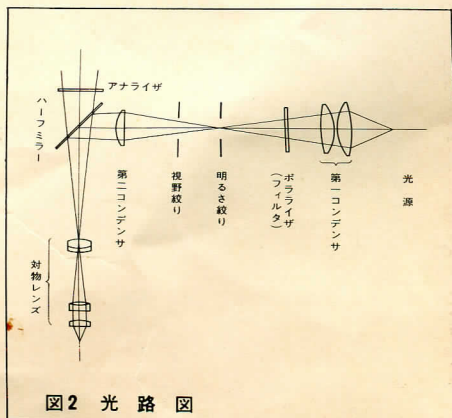

図2 光路図
図2が本顕微鏡の光路図であります。フィラメントから出た光は(光源心出し調節)——第1コンデンサを通り——明るさ絞りで取れん(明るさ調節)——視野絞り(光束調節)——反透明鏡で90°反射され——対物レンズ後側焦点面で再び取れんされ——対物レンズへはいり——標本面を照ります——標本を照明した光は反転し——以後は普通の顕微鏡と同様に結像します。
3. 半透明鏡(図2参照)